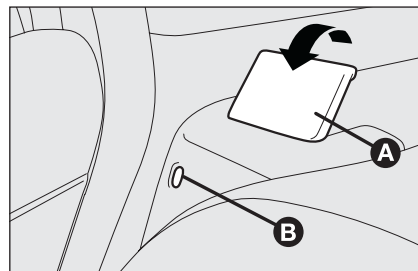

fig. 89
- ☐ sollevare la leva **A-fig. 89** di ritegno schienale e ribaltare quest'ultimo in avanti. Il sollevamento della leva è evidenziato da una "banda rossa" **B**.